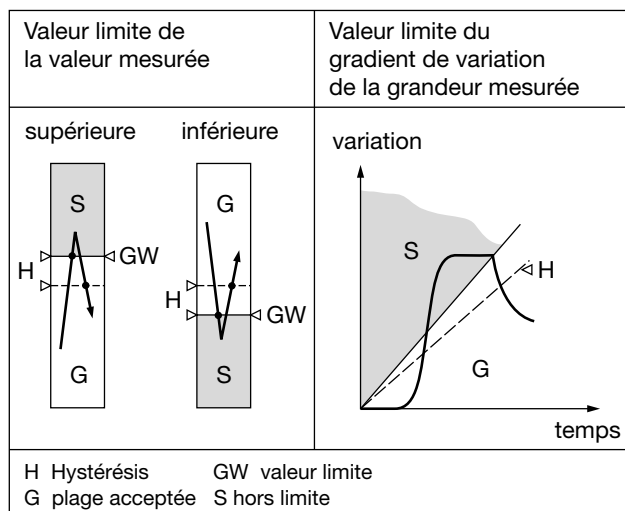

Fig. 3
– Pour surveiller une valeur haute ou basse de la grandeur mesurée située entre - 10 et + 110%² (voir fig. 3 à gauche)
entre ± 1 et $\pm 50\%/s$ (voir fig. 3 à droite)